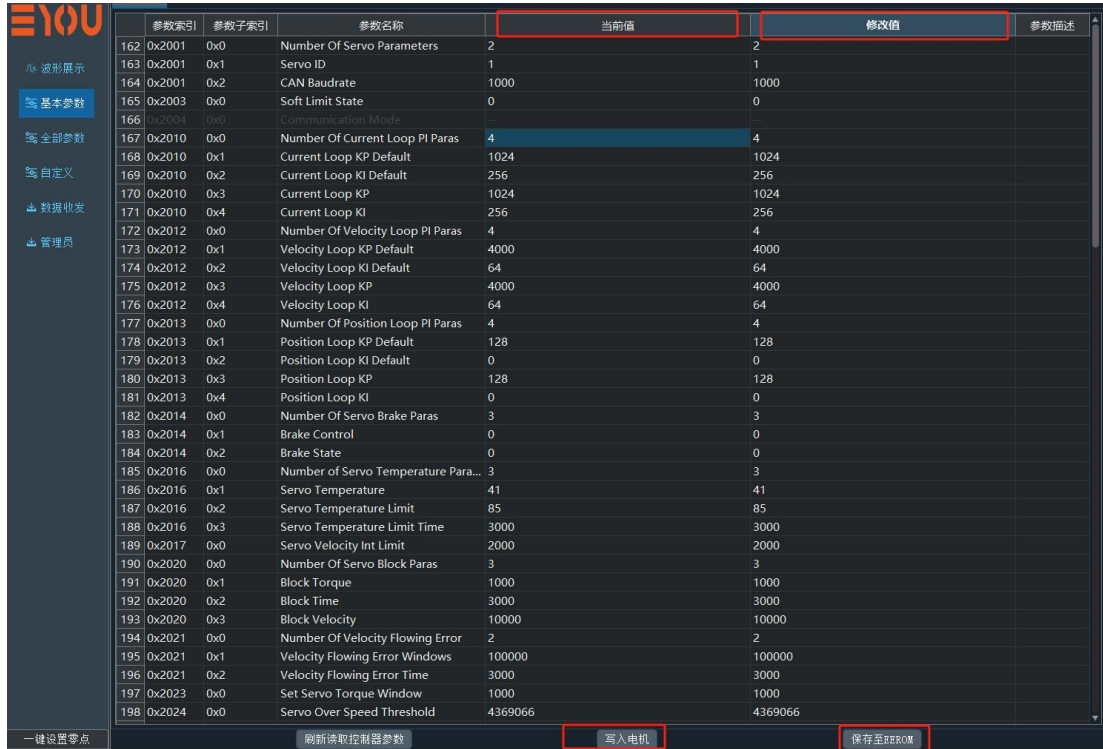

图 3-18 基本参数界面图
- 1) <基本参数>: 包含了厂商字典、CIA402 运动控制字典的读取显示及修改, 修改后需要点击下方的写入电机, 如果需要关节断电保存此参数, 需要点击<保存至 EEPROM>按钮。如图 3-18 所示: